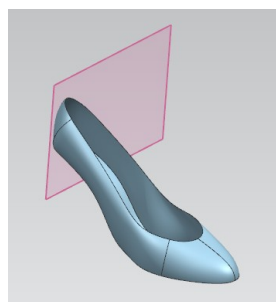

Рис.97
- Текст НМ полностью восстановится, а в рабочем поле окажется сцена как на рис.97: к ранее построенной геометрической модели добавится «вставленная» добавка.